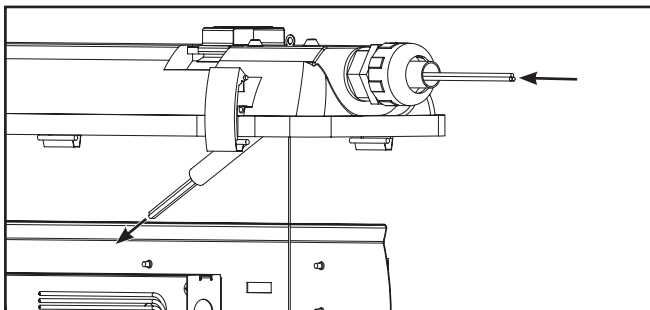

Figura 11.
12. Alimente la línea de entrada, el neutro y los cables de tierra a través de la conexión del conducto y el conducto de metal flexible. (Figura 11)